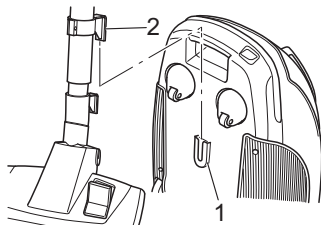

Abb. 17
- Zum **Abstellen** können Sie auch die Verstaualterung (Abb. 17/1) an der Unterseite des Bodenstaubsaugers verwenden. Hier können Sie den Verstauhaken (Abb. 17/2) am Teleskoprohr einhaken (Abb. 17).